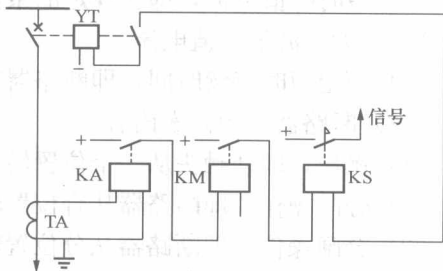

图 1-5 继电器控制断路器跳闸的简单回路（模拟式保护）
正如继电器的定义中提及的，它是通过断路器跳闸来实现切断故障的功能的。这是由于继电器的能量不可能直接断开电路，只能借助断路器来切断故障。因此，继电器和各种型式的断路器就组成了一个完整的整体。图 1-5 表示了继电器控制断路器的跳闸线圈 YT 来达到控制断路器跳闸的一种简单回路。电流继电器 KA 接于电流互感器 TA 的二次侧，KA 动作后起动中间继电器 KM，其触点闭合后，经串联信号继电器 KS 的线圈接通断路器的跳闸线圈 YT，使断路器跳闸。中间继电器 KM 的作用是：①增加电流继电器触点的容量；②增加保护装置的固有动作时间，避免当避雷器放